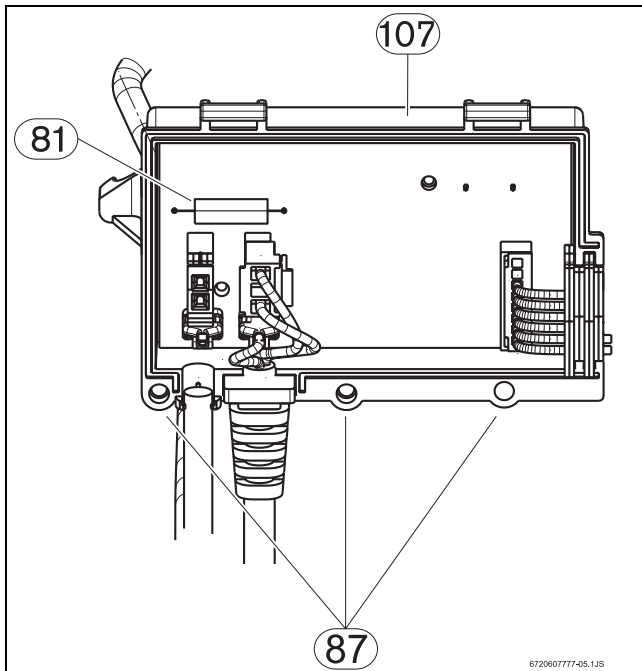

Fig. 15 Caixa de comando
- ▶ Retirar os 3 parafusos da caixa (Fig. 15, pos. 87) e retirar a tampa.
- ▶ Substituir o fusível (Fig. 15, pos. 81), respeitando as especificações indicadas.